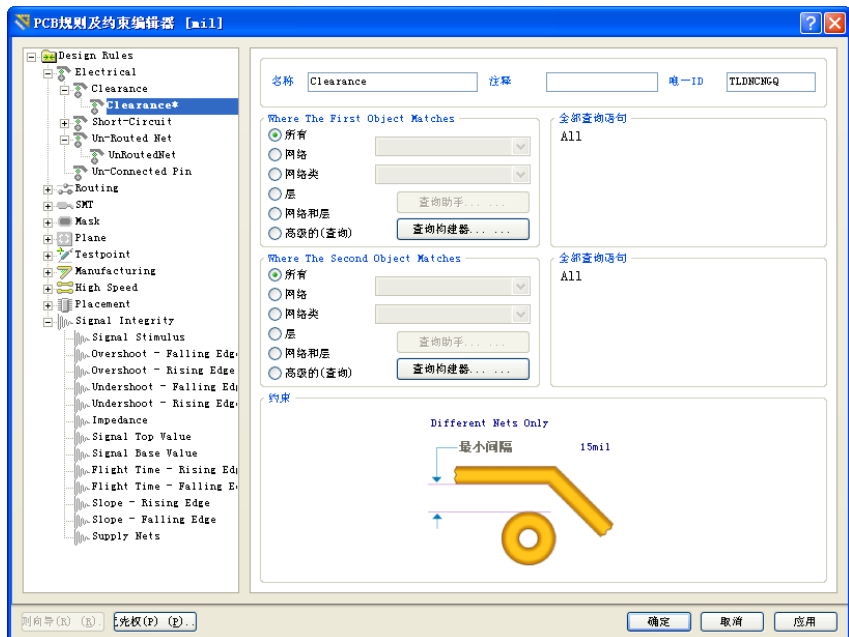

图 9-59 设置安全间距
- 设置安全间距限制规则。在本例中，将安全间距设置为 15mil，如图 9-59 所示。